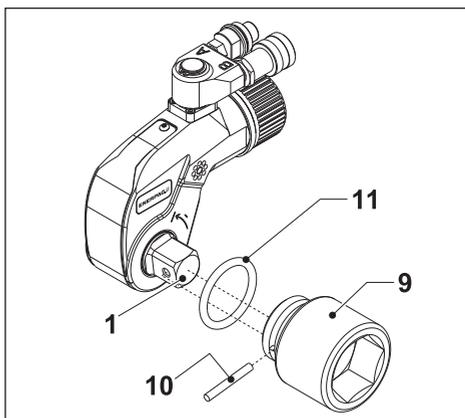
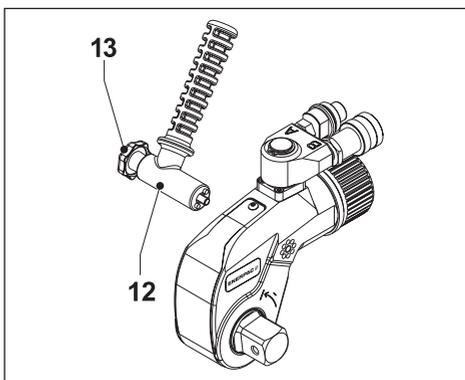
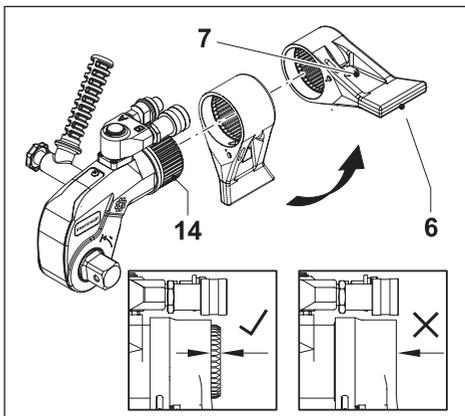

Fig. 4
Fig. 5
Fig. 6
3.4.1 Montar un socket hexagonal (Fig. 4)
- Coloque el socket (9) en el eje de accionamiento (1).
- Monte el pasador de retención (10) y la junta tórica (11).
3.4.2 Desmontar un socket hexagonal (Fig. 4)
- Retire la junta tórica (11) y el pasador de retención (10).
- Retire el socket hexagonal (9) del eje de accionamiento (1).
3.5 Fijar la palanca de posicionamiento (Fig. 5)
- Fije la palanca de posicionamiento (12) con el tornillo moleteado o tornillo de ojo (13 - según el modelo). La palanca se puede montar en ambos lados de la llave (según sea necesario).
3.6 Montar el brazo de reacción (Fig. 6)